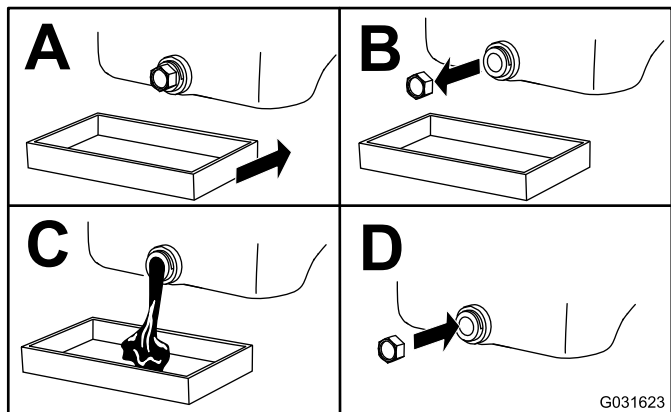

Рисунок 48
3. Замените масло в двигателе, как показано на Рисунок 48.